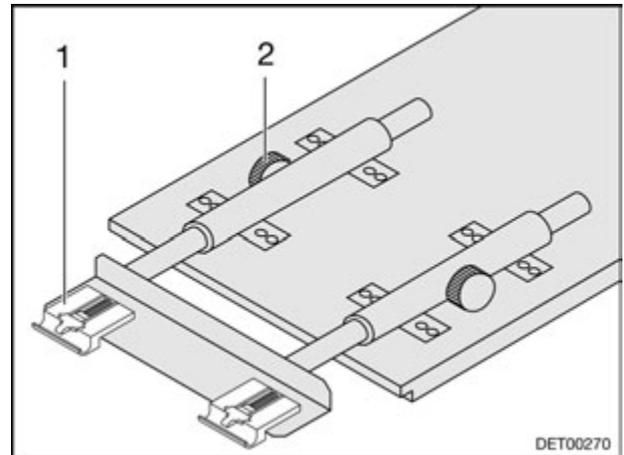

Fig. 57 Agrandir la table pliante
- Desserrer les vis moletées (Fig. 57,2).
- Retirer la rallonge de la table (Fig. 57,1).
- Pousser la rallonge (Fig. 57,1) et la bloquer avec les vis moletées.